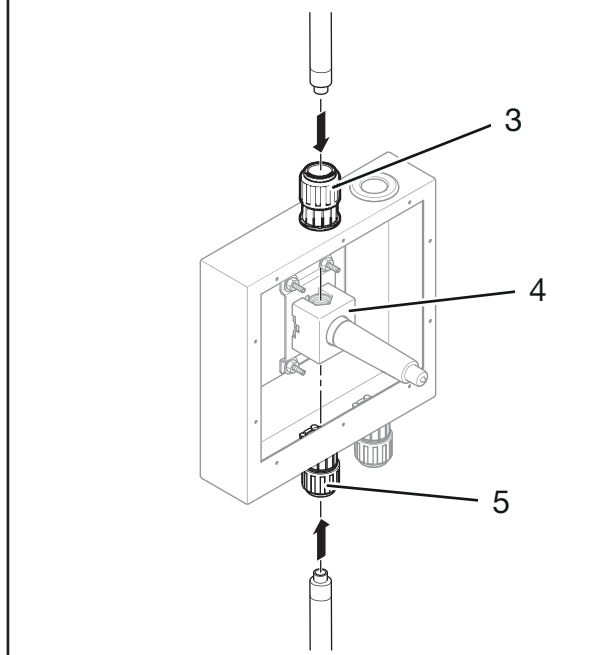

Fig. 7: Installation av rörledningarna
1. Ta bort tätningspluggen (1/2" naturfärgad) (fig. 7/2) från produktens anslutning (fig. 7/4) med hjälp av en spårskruvmejsel.
2. Dra media- och skyddsroret genom genomföringen i inbyggnadslådan (fig. 7/5).
3. Anslut det nedre mediaröret till produkten (fig. 7/4) enligt rör- och kopplingstillverkarens anvisningar.
4. Dra åt skruvkopplingen på skyddsroret genomföringen på inbyggnadslådan (fig. 7/5) enligt Joramarks monteringsanvisning.
1. Ta bort tätningspluggen (1/2" naturfärgad) (fig. 7/1) från produktens anslutning (fig. 7/4) med hjälp av en spårskruvmejsel.
2. Dra media- och skyddsroret genom genomföringen i inbyggnadslådan (fig. 7/3).
3. Anslut det övre mediaröret till produkten (fig. 7/4) enligt rör- och kopplingstillverkarens anvisningar.
4. Dra åt skruvkopplingen på skyddsroret genomföringen på inbyggnadslådan (fig. 7/3) enligt Joramarks monteringsanvisning.